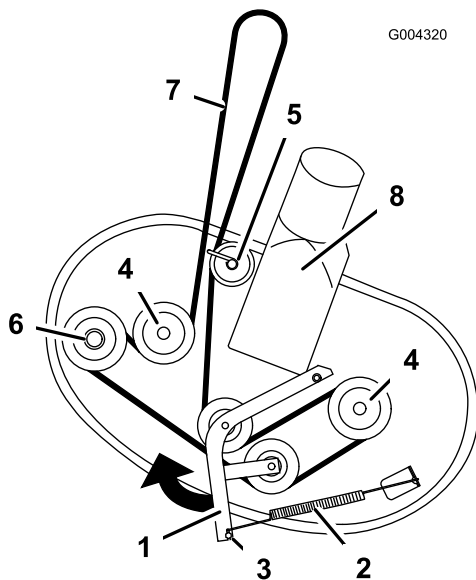

Figura 59
5. Afloje el herraje que sujeta la guía de la correa a la polea trasera (Figura 59).
6. Tire del brazo tensor en el sentido que muestra Figura 59 y retire la correa de las poleas.
7. Pase la correa nueva alrededor de las poleas del motor y del cortacésped (Figura 59). Instale la correa nueva por debajo de la guía de la correa y alrededor de la polea trasera.
8. Tire de la polea tensora en el sentido que muestra Figura 59 y pase la correa por la polea tensora y las poleas de los ejes (Figura 59).
9. Apriete el herraje que sujeta la guía de la correa a la polea trasera (Figura 59).